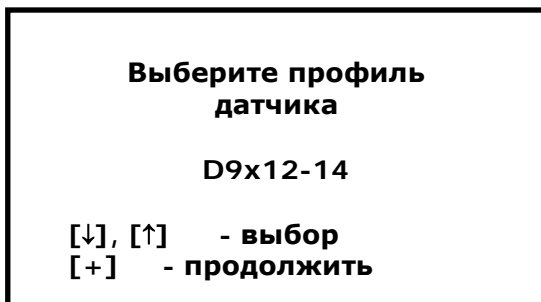

Рис. 15
- **Добавить новый датчик.** При нажатии на кнопку [+] включается программа автоматической настройки датчика с возможностью выбора профиля датчика (Рис. 15).